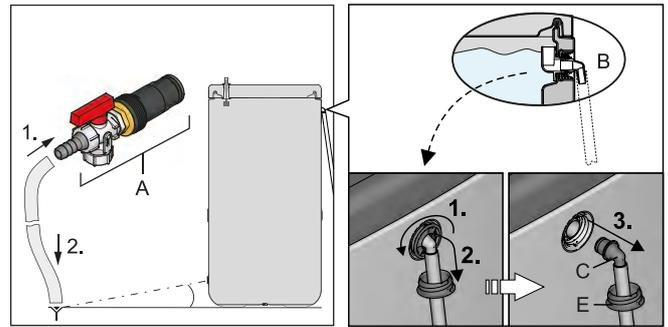
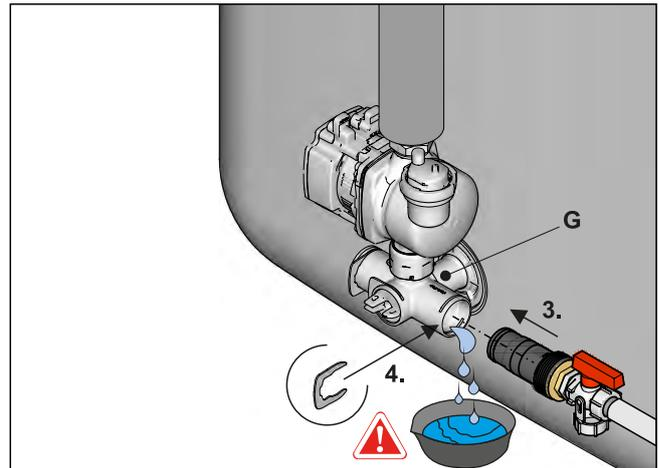

Bild 11-1 Ablaufschlauch montieren; Optional: Anschlussstück vom Sicherheitsüberlauf demontieren
Bild 11-6 KFE-Befüllanschluss in Anschlusswinkel montieren
- 3 Ablaufschlauch an den **KFE-Befüllanschluss (Zubehör KFE BA)** (Bild 11-1, Pos A) anschließen und zu einer mindestens bodentiefen Ablaufstelle verlegen.
Ist kein **KFE-Befüllanschluss** verfügbar, kann alternativ das Anschlussstück (Bild 11-1, Pos. C) vom Sicherheitsüberlauf (Bild 11-1, Pos. B) demontiert und verwendet werden.
Tab. 11-1 Legende zu Bild 11-1 bis Bild 11-6
- KFE-Befüllanschluss** in den Anschlusswinkel einstecken und mit Halteklammer sichern (Bild 11-6).